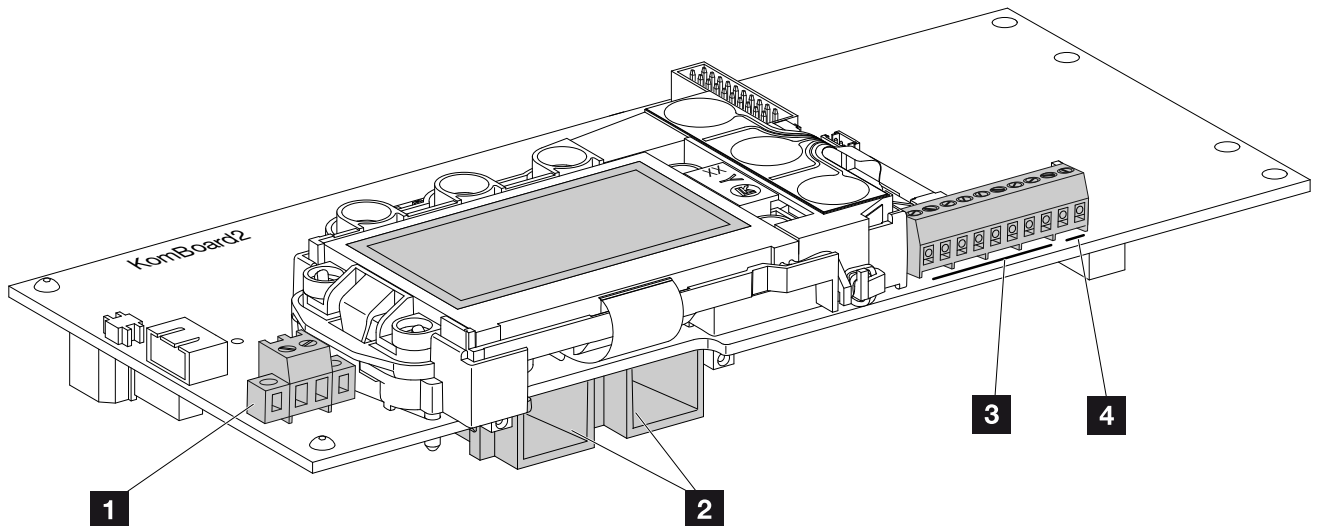

Abb. 32: Komponenten des Kommunikationsboards
6. Die Buchsen und Stecker der DC-Strings am Wechselrichter einstecken. ☑ **Abb. 32**